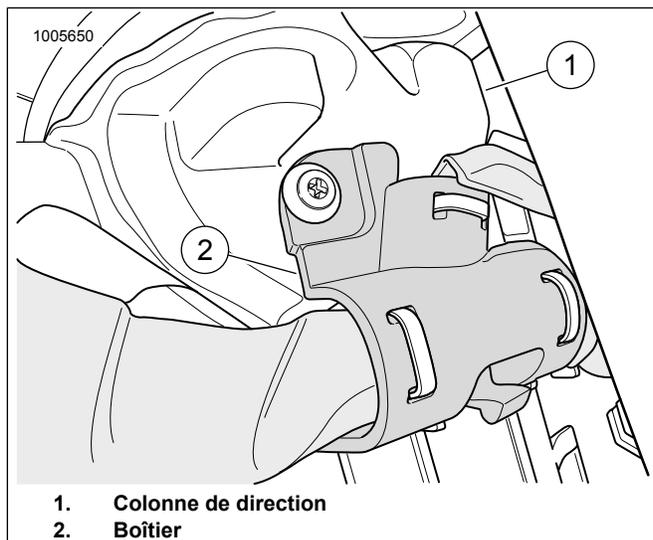

Figure 10. Colonne de direction
9. Voir la figure 10. Acheminer l'extrémité du faisceau de 48 po vers la colonne de direction (1). Utiliser le boîtier (2) pour fixer le faisceau.